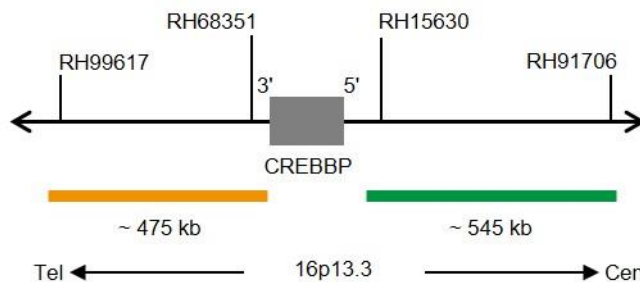

Abb. 1: SPEC CREBBP Sondenlokalisierung (nicht maßstabsgetreu)
- ZyGreen (Anregung 503 nm/Emission 528 nm) markierten Polynukleotiden (~10,0 ng/μl), die gegen Sequenzen in 16p13.3* (chr16:3,978,217-4,521,684) gerichtet sind, welche proximal zur CREBBP-Bruchpunktregion lokalisiert sind (siehe Abb. 1).
- ZyOrange (Anregung 547 nm/Emission 572 nm) markierten Polynukleotiden (~4,5 ng/μl), die gegen Sequenzen in 16p13.3* (chr16:3,287,067-3,762,188) gerichtet sind, welche distal zur CREBBP-Bruchpunktregion lokalisiert sind (siehe Abb. 1).